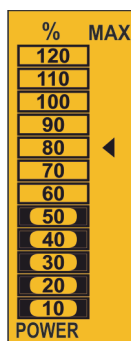

Figura 25: Pasek analogowy.
**Przykład:** Na **Figura 25** można zobaczyć, że wydajność instalacji wynosi 50%, a maksymalne osiągnięte zapotrzebowanie wynosi 80%.